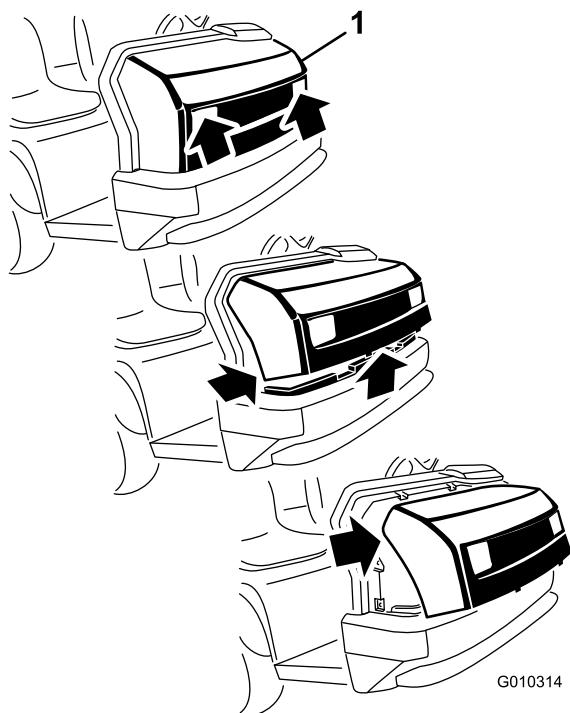

Figure 37
1. Saisissez le capot par les ouvertures des phares et soulevez-le pour dégager les pattes de fixation inférieures des fentes du cadre (Figure 37).
2. Pivotez le bas du capot vers le haut jusqu'à ce que vous puissiez dégager les pattes de fixation supérieures des fentes du cadre (Figure 37).
3. Pivotez le haut du capot en avant et débranchez les connecteurs des fils qui sont reliés aux phares (Figure 37).